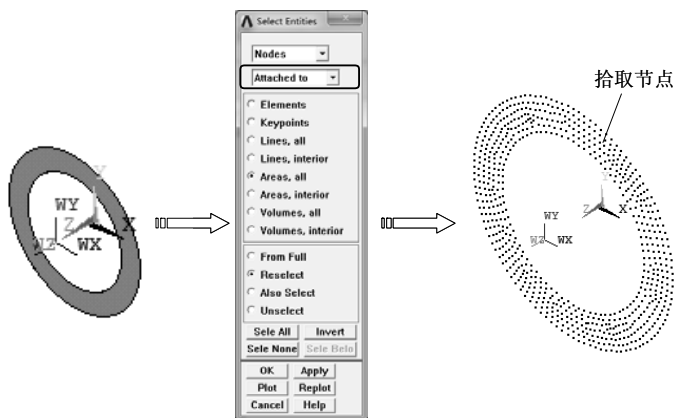

图 6-106 附属选取节点
6) 选择“Utility Menu> Select>Entities”命令，弹出“Select Entities”对话框，选择拾取对象为“Nodes”，拾取方式为“Attached to”，在中部的选择域中选择“Areas, all”（面上所有节点）选项，单击“OK”按钮完成选取，如图 6-106 所示。